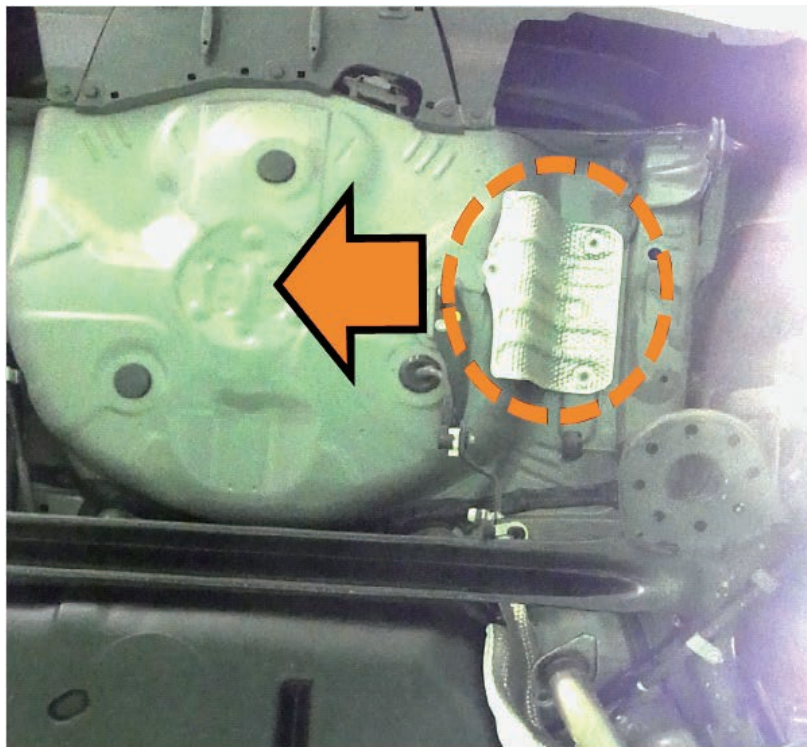

図1.純正遮熱板
(1)純正遮熱板のボルトを緩め、車両中央側に寄せて取付けしてください。＊図1参照。